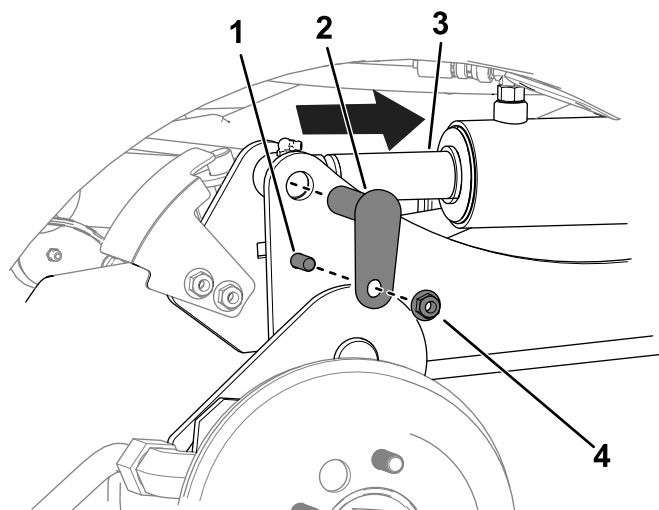

Figure 11
- C. À l'aide d'un pointeau, alignez les trous des tiges de vérin et les trous des bras de levage (Figure 11).
D. Avec 2 boulons ($\frac{3}{8}$ " x $1\frac{1}{4}$ "), 2 écrous ($\frac{3}{8}$ ") et 2 petits axes, fixez les bras de levage aux vérins (Figure 11).